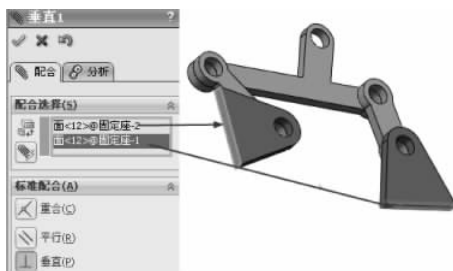

图 3-220 垂直配合
(9) 选择【标准配合】选项组下的【垂直】配合类型 , 在【要配合的实体】选择框  中选择如图 3-220 所示的面, 其他保持默认, 单击【确定】按钮 , 完成垂直配合。